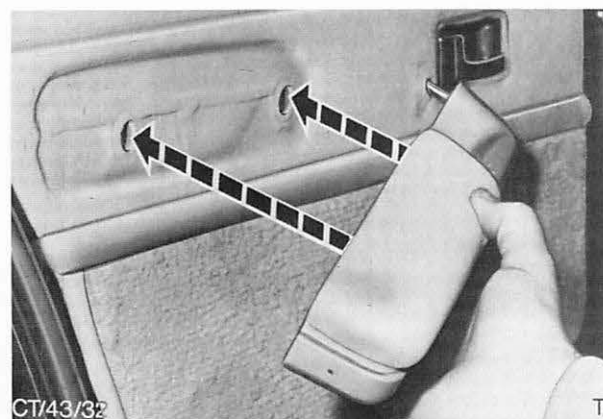

Abb. 39 Armlehne an die Tür anbauen – im Bild ist der Haltebolzen etwas eingeführt gezeigt. Die Pfeile zeigen die Schraubenlöcher zur Befestigung der Lehne.
8. Armstütze an die Tür montieren, Abb. 39.